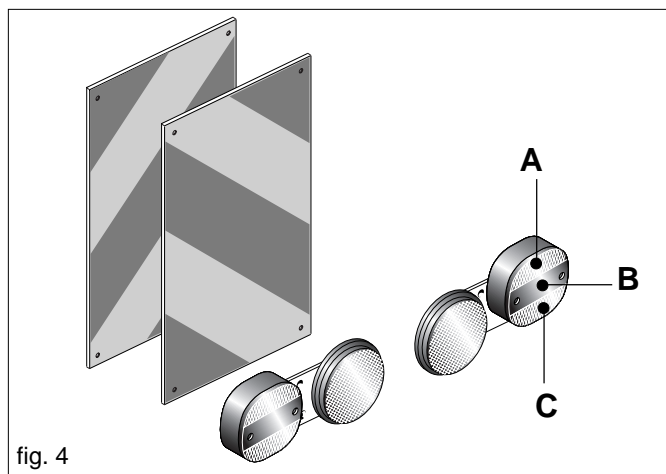

fig. 4
- 35) Wenn die geschleppten oder an dem Schlepper angebrachten Ausrüstungen und Geräte die Sichtbarkeit der Signalisierungs- und Beleuchtungsrichtungen des Schleppers verdecken, müssen diese Vorrichtungen auch an den Ausrüstungen angebracht werden, wobei die Vorschriften der im jeweiligen Anwendungsland geltenden Straßenverkehrsordnung zu beachten sind. Beim Gebrauch ist zu kontrollieren, daß die Anlage einwandfrei funktioniert. Nachstehend wird die korrekte Sequenz der Leuchten angegeben (Abb. 4):